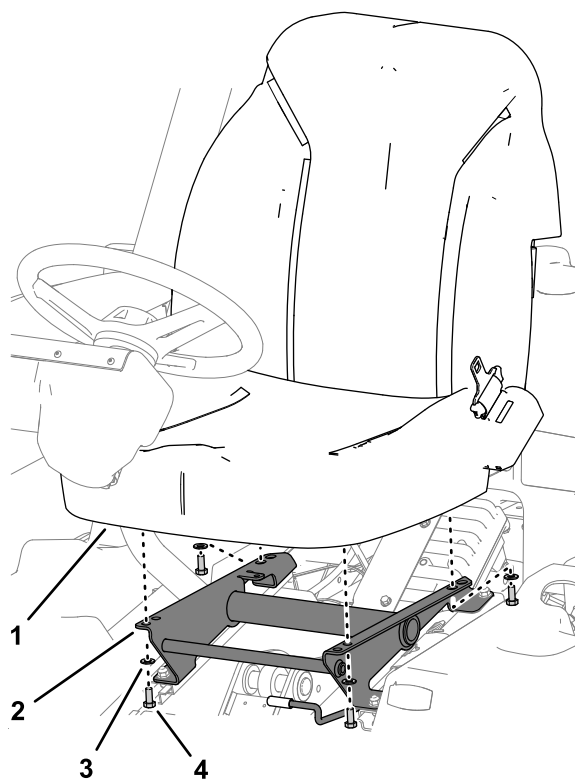

Figure 4
3. Sujete el asiento a la base del asiento con los 4 pernos y arandelas retirados anteriormente (Figure 4).